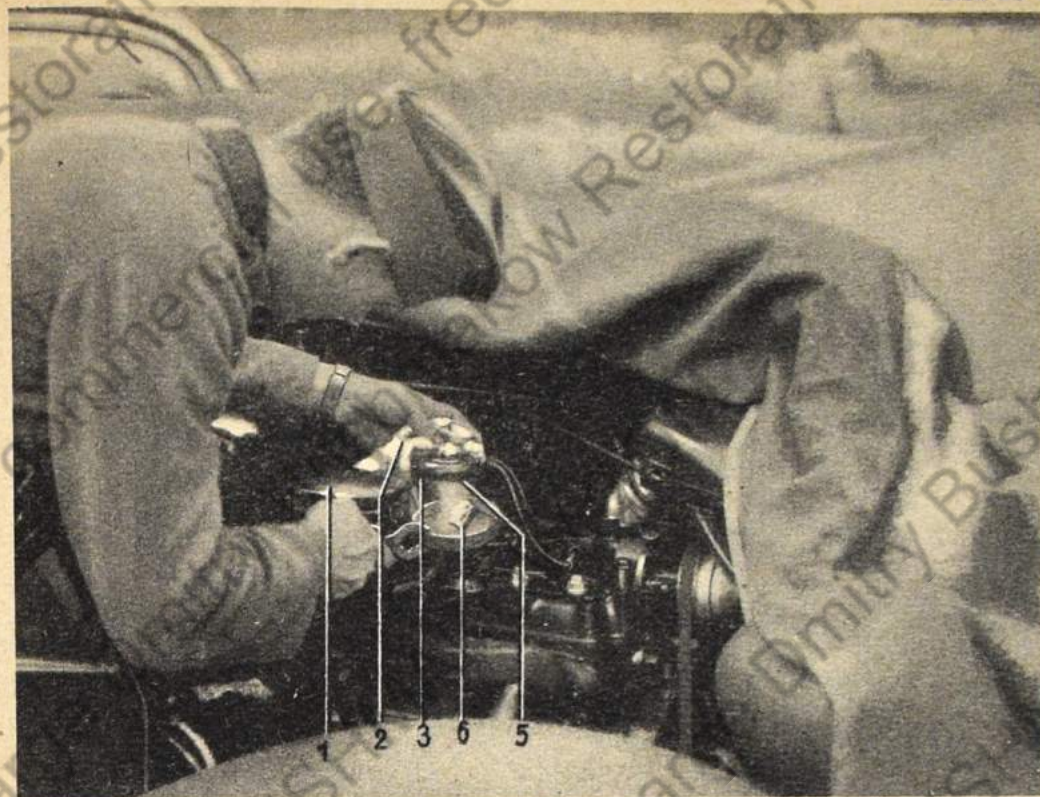

Bild 20
- 6 Karbidstück (nur bei Bild 20)